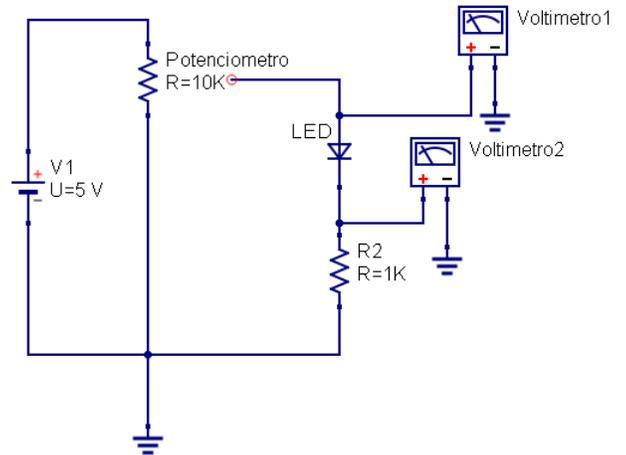

Figura 4.1: Esquema del sistema
2. Armar el Circuito como se muestra en la figura 4.1.